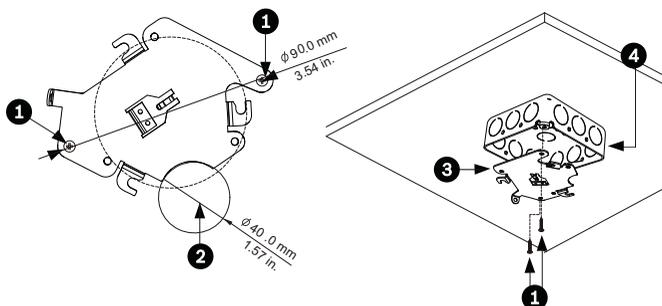

Рисунок 4.3 Установите монтажную плату
- Прикрепите монтажную плату к распределительной коробке с помощью крепежных материалов (не входят в комплект) (см. *Рисунок 4.3*).
1. Проложите провода на стороне монтажной платы с помощью профиля серповидной формы (кодировый №2 *Рисунок 4.3*).